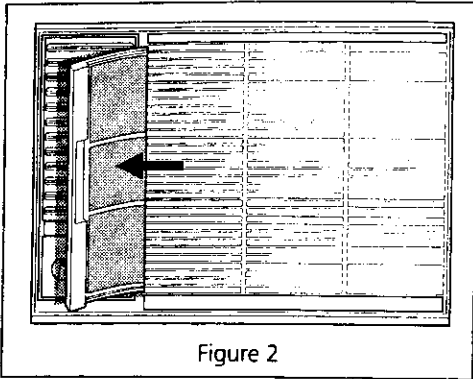

Figure 2
- Les modèles avec volets à 6 directions possèdent un filtre qui se glisse vers l'extérieur. Saisissez la poignée moulée dans le filtre et tirez-la vers la gauche pour le sortir du panneau avant (figure 2).